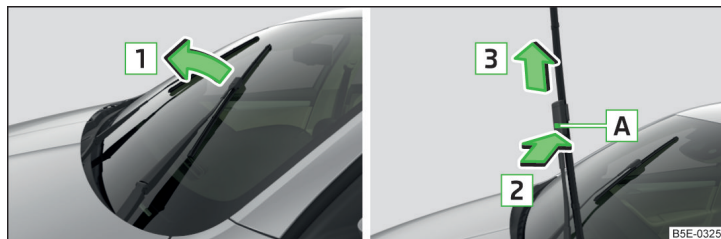

Fig. 212 Escobilla del parabrisas
- Levantar la varilla del limpiaparabrisas del cristal en el sentido de la flecha [1] » fig. 212.